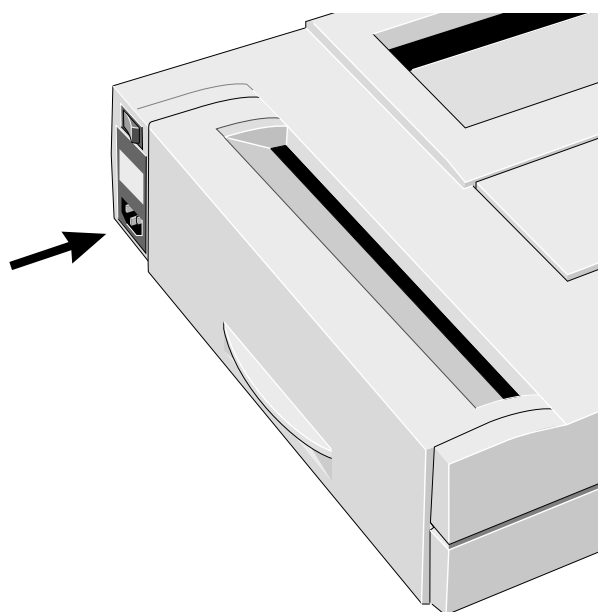

Bild 3-3. Netzanschluß
Überprüfen Sie vor dem Einstecken der Geräteanschußleitung, ob die am Gerät eingestellte Netzspannung (Anzeige über Netzanschluß, Bild 3-3) mit der Ihres Versorgungsnetzes übereinstimmt. Falls nicht, stecken Sie die Leitung nicht ein und verständigen Sie den Kundendienst.
- * Schließen Sie das Gerät mit der Geräteanschußleitung an das Versorgungsnetz an (Bild 3-3). Verwenden Sie nur die Originalleitung oder eine gleichwertige.